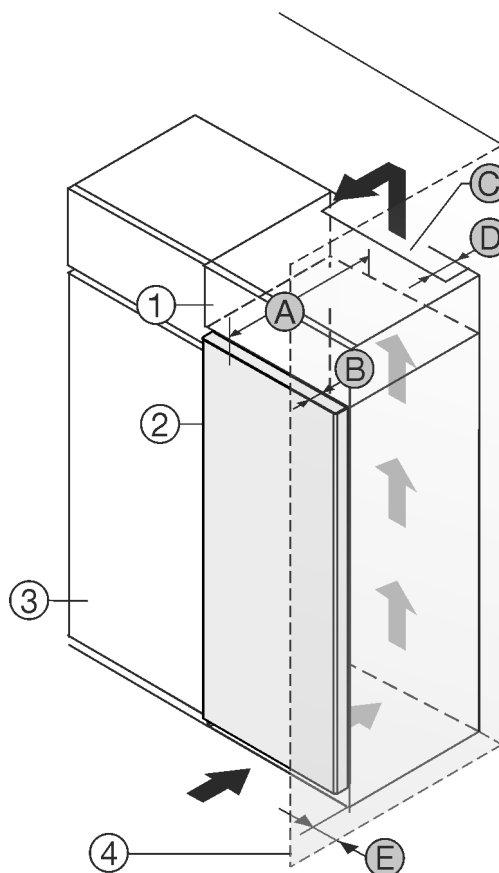

Fig. 1
- (1) Nastavná skříňka *
- (2) Příklad *
- (3) Kuchyňská skříň *
- (4) Stěna *
- (5) Hloubka přístroje *
- (6) Hloubka dvířek *
- (7) Ventilační průřez *
- (8) Vzdálenost zadní strany přístroje *
- (9) Vzdálenost k zadní straně přístroje *
Můžete přístroj nainstalovat přímo vedle kuchyňské skříňky Fig. 1 (3).*
Na zadní straně nastavné skříňky musí být větrací šachta hluboká Fig. 1 (7) přes celou šířku nastavné skříňky.*
Pod stropem místnosti musí být dodržen ventilační průřez Fig. 1 (7).*
Když přístroj instalujete závěsy vedle stěny Fig. 1 (4), musí být vzdálenost mezi přístrojem a stěnou minimálně 13 mm.*
Aby bylo možné dvířka plně otevřít, musí přístroj přesahovat o hloubku dvířek Fig. 1 (6) vůči přední linii kuchyňské skříňky. V závislosti na hloubce kuchyňských skříněk Fig. 1 (3) a použití vymezočů odstup od stěny může přístroj vyčnívat dále.*